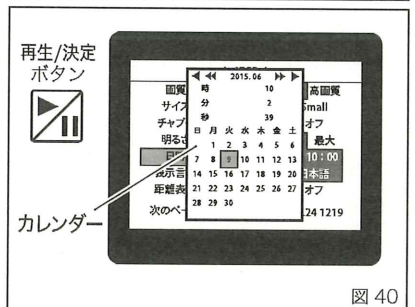

図 40
3. 「再生/決定」ボタンを押して、液晶モニターにカレンダーを表示します。(図 40)